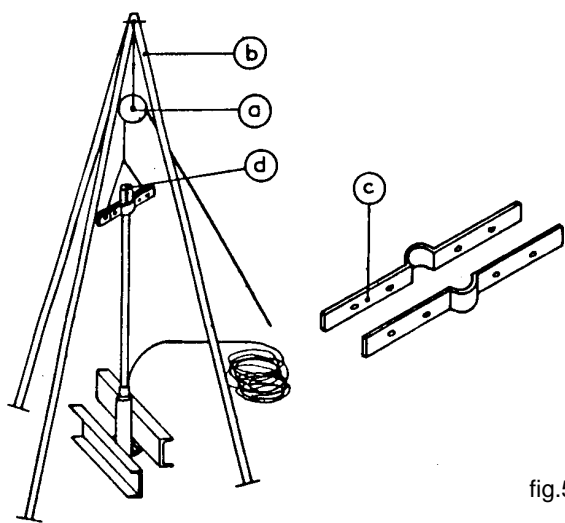

fig.5
- Descendre la pompe dans le puits ou le forage (fig. 5) en utilisant le filin de suspension et en veillant à ce que le tube plastique, le câble, etc..., ne soient pas abîmés pendant l'opération d'immersion.